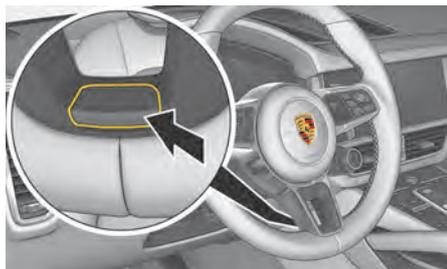

図.59 ステアリングホイールヒーターボタン
- ▶ 中央のステアリングホイールのボタン(図.59)をステアリングホイールヒーターONまたはステアリングホイールヒーターOFFのメッセージがインストルメントクラスターに短時間表示されるまで押します。